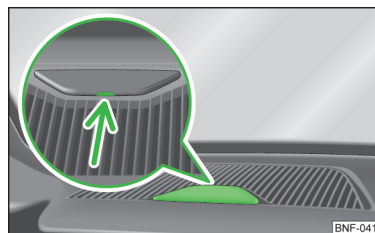

Fig. 77
- › Stik fx en mønt ind i udsæringen » Fig. 77, der er markeret med en pil, og klap forsigtigt afdækningen op.
- › Luk åbningen til holderen i instrumentpanelet med afdækningen » Fig. 77.